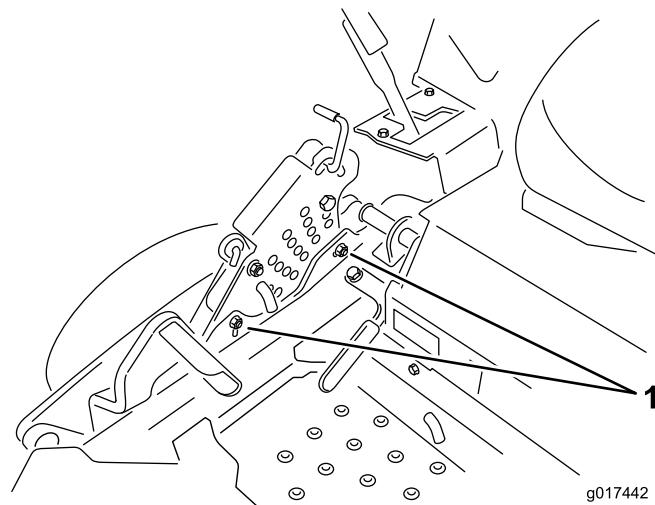

Figure 72
12. Pour régler le système monopoint, desserrez les deux boulons au bas de la plaque de hauteur de coupe. Voir la Figure 72.
- Serrez les deux boulons au bas de la plaque de hauteur de coupe (Figure 72). Serrez à un couple de 37 à 45 Nm.